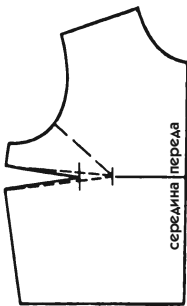

Рис. 494
- Переведите вытачку к линии бокового среза и уменьшите ее на 3—4 см (рис. 494).